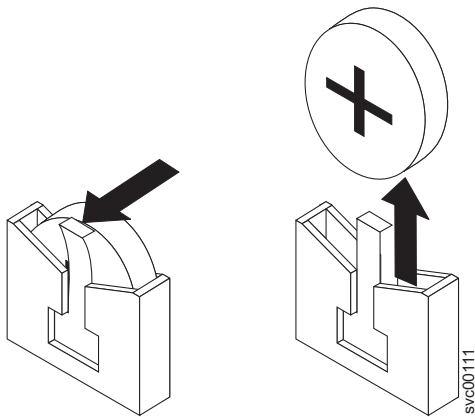

図 136. SAN ボリューム・コントローラー 2145-8F2 または SAN ボリューム・コントローラー 2145-8F4 CMOS バッテリー・ホルダー
- a. 1本の指で、バッテリーをハウジングに保護しているリテーナー・タブを (図 136 に示す) 引きま